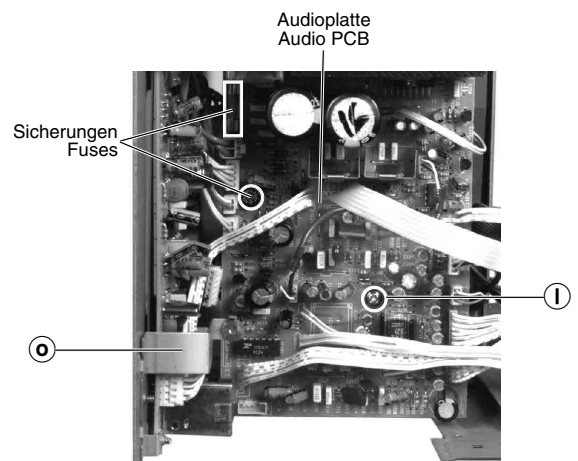
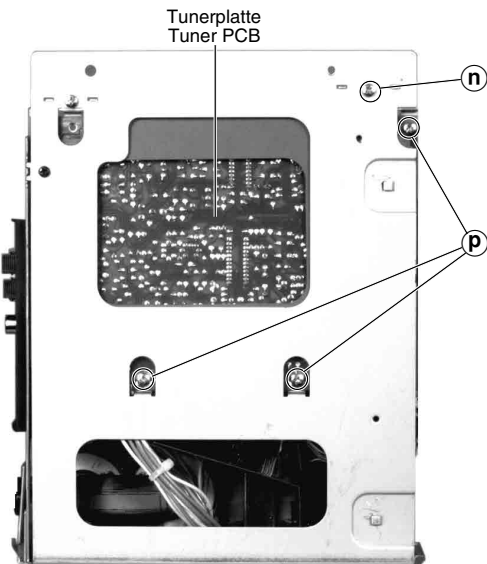

Fig. 10
Fig. 12
- Schraube ① herausdrehen (Fig. 10).
- Schraube ② (Fig. 12) herausdrehen und Haltewinkel ④ (Fig. 10) abnehmen.
- 3 Schrauben ⑤ herausdrehen (Fig. 12).
- Undo screw ① (Fig. 10).
- Undo the screw ② (Fig. 12) and remove the holding bracket ④ (Fig. 10).
- Undo 3 screws ⑤ (Fig. 12).